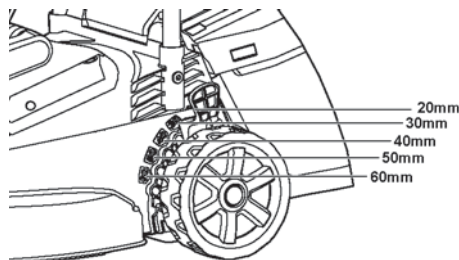

Fig.12
- > Mettez la manette de réglage de hauteur (15) sur le cran correspondant à la hauteur souhaitée. (Fig. 12)